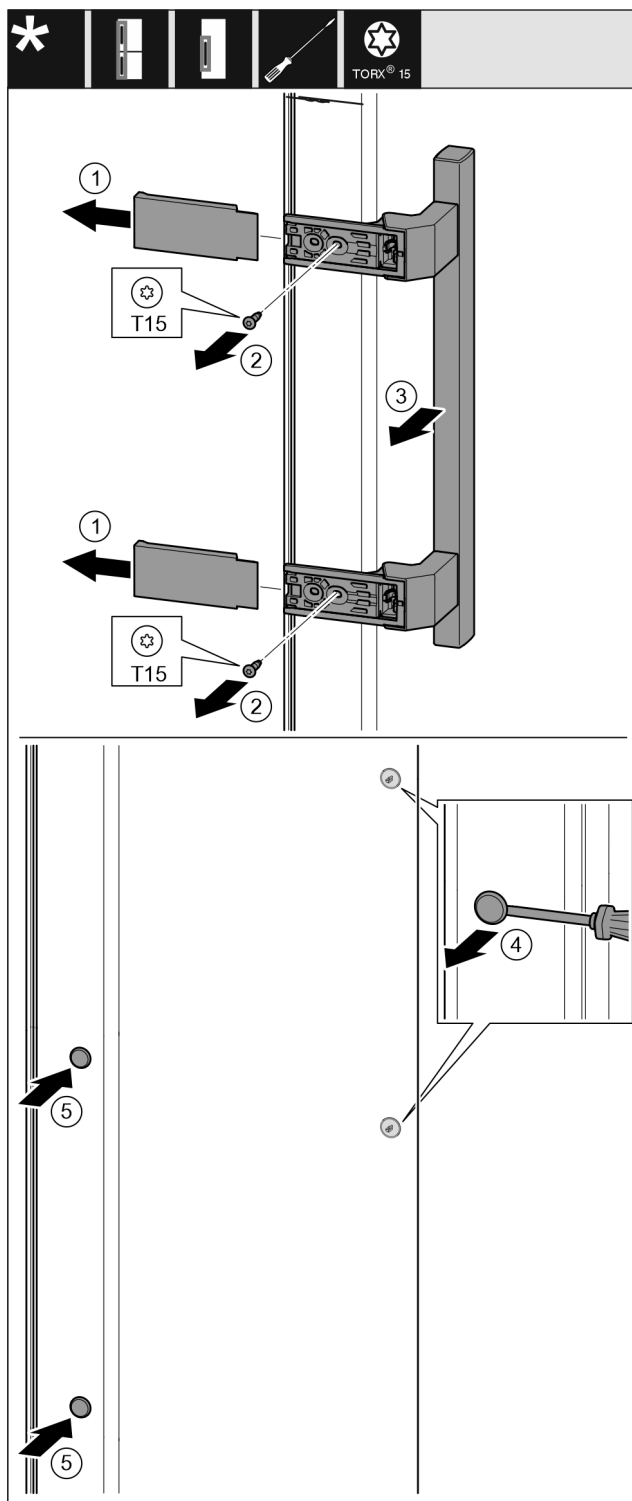

Fig. 17
- ▶ Abdeckung abziehen. Fig. 17 (1)
- ▶ Schrauben mit Schraubendreher Torx 15 herausdrehen. Fig. 17 (2)
- ▶ Griff abnehmen. Fig. 17 (3)
- ▶ Seitlichen Stopfen vorsichtig mit einem Schlitzschraubendreher anheben und herausziehen. Fig. 17 (4)
- ▶ Stopfen auf der anderen Seite wieder einsetzen. Fig. 17 (5)